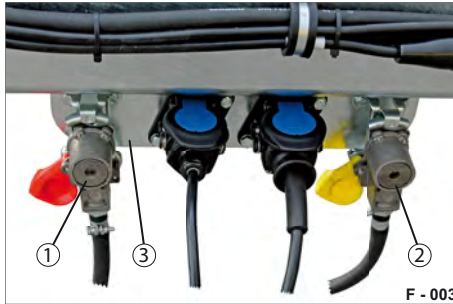

Abb. 6 Anschlüsse geparkt
► Drehen Sie die Kupplungsköpfe aus den Park-Halterungen der Park-Konsole (Abb. 6/3) heraus.
► Drehen Sie die Kupplungsköpfe auf die Park-Halterungen auf (siehe Abb. 6).